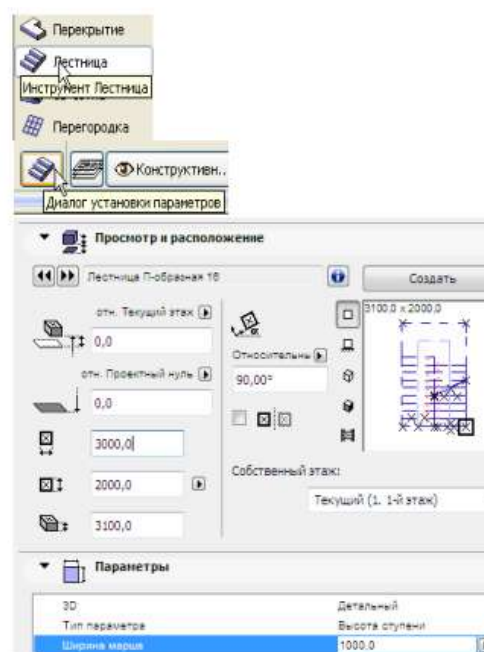

Рисунок 8.12
4. Откройте **Диалог установки параметров** лестницы щелчком на одноименной кнопке в информационном табло (рисунок 8.12). Объекты, лестницы, окна/двери и некоторые другие элементы имеют похожие диалоговые окна установки их параметров (так как все они являются библиотечными элементами): слева представлена структура папок для нахождения требуемого библиотечного элемента, а справа располагаются панели с параметрами выбранного элемента. В панели **Просмотр и расположение** представлены геометрические характеристики элемента, а в верхнем правом углу располагается окошко для представления рисунков предварительного просмотра элемента в различных видах.